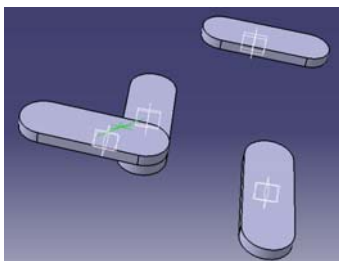

图 13-6
(4) 鼠标放到 Plane 1 后, 点击图中上面, 下图中选模型的底面为 Plane 2, 点击 OK 键 (见图 13-6);